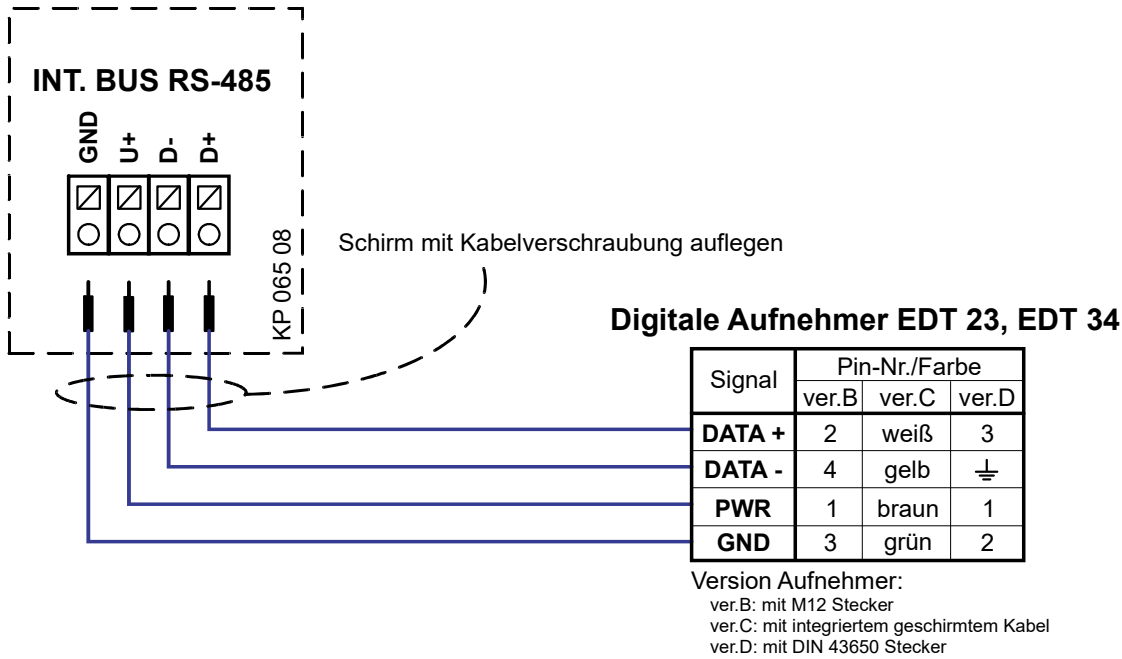

Abb. 10: Anschließen des digitalen Aufnehmers mit RS-485-Erweiterungsmodul
6. Schließen Sie den digitalen Aufnehmer an. Ziehen Sie das Kabel des Aufnehmers durch die Kabelbuchse. Befestigen Sie die Kabelabschirmung am Rumpf der Buchse. Den Schaltplan für den Anschluss des RS-485-Erweiterungsmoduls finden Sie in Abb. 10.